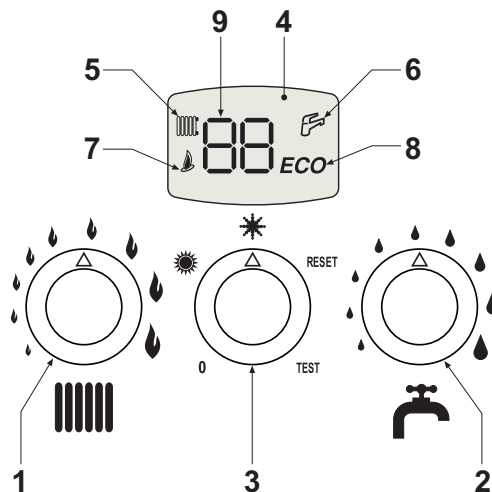
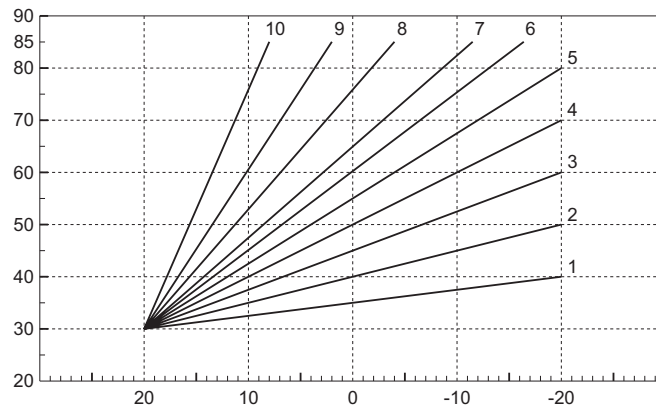
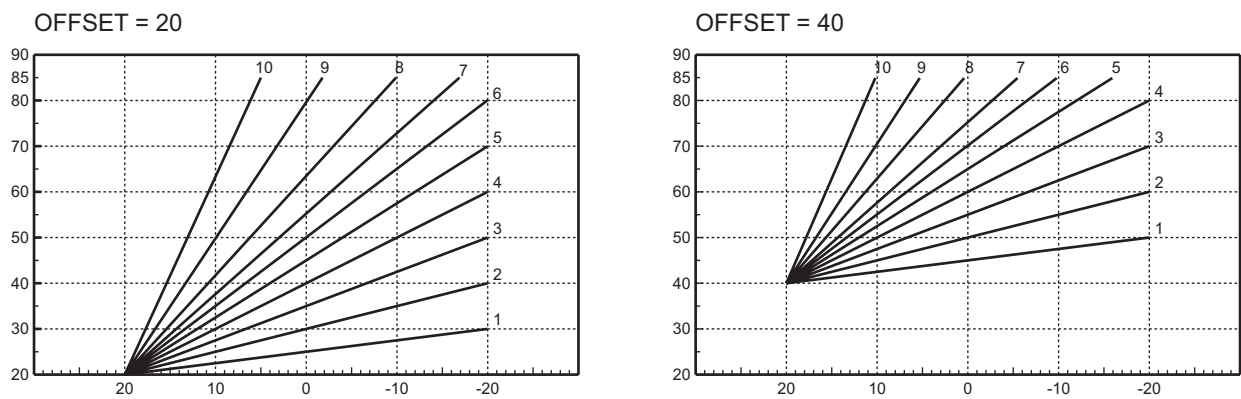

fig. 1 - Panel de control
fig. 14 - Curvas de compensación
fig. 15 - Ejemplo de desplazamiento paralelo de las curvas de compensación
La demanda de calefacción (generada por el termostato ambiente o el reloj programador a distancia) se indica mediante el encendido del radiador (5 - fig. 1).
La pantalla multifunción (9 - fig. 1) muestra la temperatura del sensor de calefacción.
La demanda de agua sanitaria (generada por la toma de agua caliente sanitaria) se indica mediante el encendido del grifo (6 - fig. 1).
La pantalla multifunción (9 - fig. 1) muestra la temperatura del sensor sanitario.
La demanda Confort (restablecimiento de la temperatura interna de la caldera) es indicada por el encendido del grifo (6 - fig. 1).
Poner el selector (3 - fig. 1) en 0.
Para volver a encender la caldera, poner el selector (3 fig. 1) en ❄️ (invierno) o ☀️ (verano).
Poner el selector (3 - fig. 1) en ☀️ (verano).
Para desactivar la modalidad Verano, poner el selector (3 - fig. 1) en ❄️ (invierno).
Mediante el mando (1 - fig. 1), la temperatura se puede regular entre 30 °C y 85 °C; pero se aconseja no hacer funcionar la caldera a menos de 45 °C.
Mediante el mando (2 - fig. 1), la temperatura se puede regular entre 40°C y 55°C.
Es posible desactivar el dispositivo (modalidad ECO) poniendo el selector (3 - fig. 1) en RESET 2 segundos y luego en ☀️ (invierno) o ☀️ (verano). Para activar la modalidad CONFORT, poner el selector (3 - fig. 1) nuevamente en RESET 2 segundos y luego en ☀️ (invierno) o ☀️ (verano).
Durante el funcionamiento con temperatura adaptable, la temperatura programada mediante el mando de la calefacción (ref. 1 - fig. 1) pasa a ser la temperatura máxima de envío de la instalación. Se aconseja definir el valor máximo para que la instalación pueda regular la temperatura en todo el campo útil de funcionamiento.
Poniendo el selector (ref. 3 - fig. 1) en posición RESET por 5 segundos y a continuación en posición ❄️ (invierno) o ☀️ (verano) se visualiza "CU".
Operar con el mando del agua sanitaria (ref. 2 - fig. 1) para regular la curva preferida entre 1 y 10 según la característica (fig. 14).
Poniendo el selector (ref. 3 - fig. 1) en posición RESET por 1 segundo y, a continuación, en posición ❄️ (invierno) o ☀️ (verano), se sale de la programación de la curva de compensación y se visualiza nuevamente "CU".
Girando en sentido horario el mando calefacción (ref. 1 - fig. 1) se visualiza "OF".
Operar con el mando del agua sanitaria (ref. 2 - fig. 1) para regular el desplazamiento de las curvas (fig. 15).
Poniendo el selector (ref. 3 - fig. 1) en posición RESET por 5 segundos y a continuación, en posición ❄️ (invierno) o ☀️ (verano) se sale de las modalidades de regulación curvas paralelas.